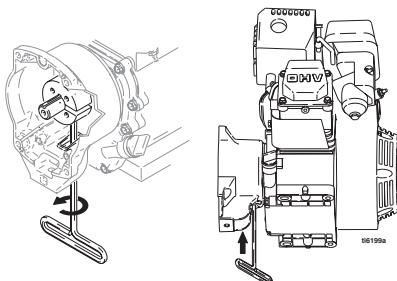

Рис. 9
- Рис. 9. Переверните мотор на бок, таким образом, чтобы бензобак находился внизу, а очиститель воздуха, на верху.